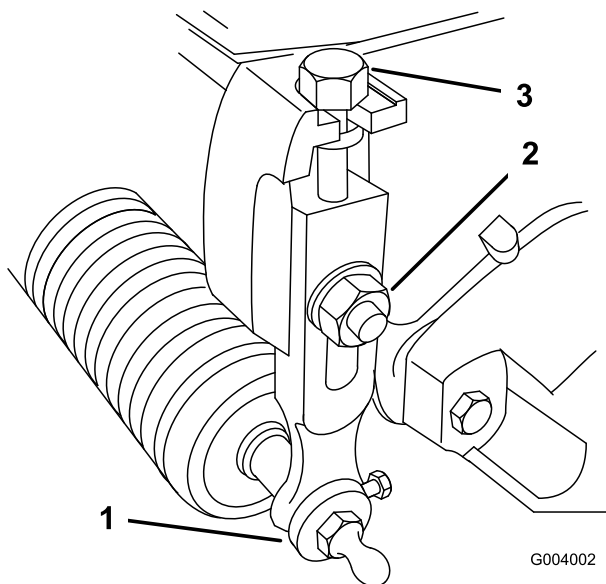

図 53
1. 刈り高アームをカッティングユニットのサイドプレートに固定しているロックナットをゆるめる (図 53)。